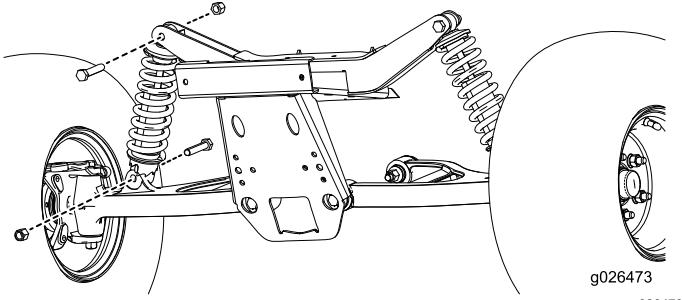

Figura 2
2. Retire los conjuntos de amortiguador actuales, como se muestra en la Figura 2.